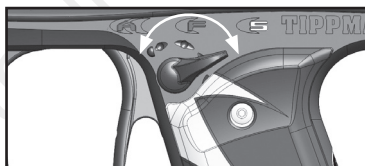

Figure 6: Sélecteur est en position Safe
Mode Safe (S): Sur la figure 6, le Sélecteur est en position Safe. Ce mode verrouille la détente et désactive l'électronique, rendant votre marqueur non-opérationnel.